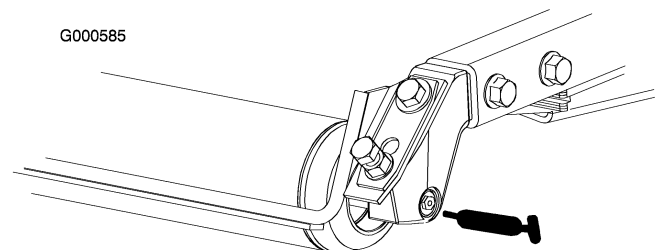

Figura 26
- Cojinetes de los rodillos traseros (2 por unidad de corte) (Figura 26).
Nota: Los acoplamientos engrasados de los rodillos (Figura 26) requieren el uso de un adaptador de boquilla para la pistola de engrasar. Solicite la Pieza N° 107-1998 a su Distribuidor Autorizado Toro.